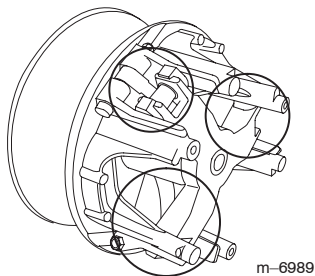

Figure 39
5. Lubrifiez les pièces mobiles aux endroits indiqués par des cercles sur la Figure 39 avec du lubrifiant sec en aérosol, disponible auprès des concessionnaires ou distributeurs Toro agréés.